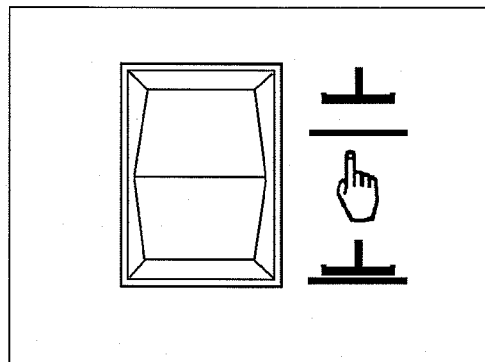

Figura 25
1. Para bajar la escobilla de goma y encender el motor de vacío, oprima el interruptor arriba/ abajo de la escobilla de goma hasta la posición abajo (figura 25). **NOTA: El motor de vacío se enciende de inmediato cuando se oprime la posición abajo del interruptor y se baja la escobilla de goma.**
2. Para levantar la escobilla oprima el interruptor arriba/ abajo de la escobilla de goma hasta la posición arriba (figura 25). Entonces se levanta la escobilla de goma y el motor de vacío se apaga luego de una breve demora. **NOTA: La posición central del interruptor arriba/ abajo de la escobilla de goma se usa con el control de pulsación única.**